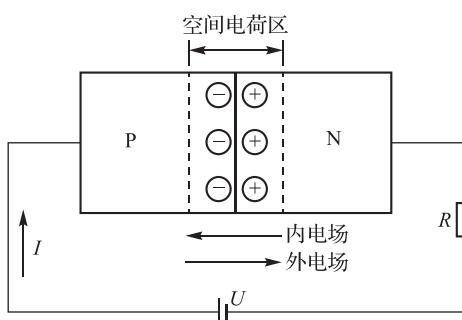

图 1-7 外加正向电压
(1) 正向特性。正向特性是 PN 结外加正向电压,即电源正极接 P,电源负极接 N 时的特性,如图 1-7 所示。PN 结外加正向电压也称为正向偏置,这时外电场与内电场方向相反,因而削弱了内电场,使空间电荷区宽度减小,N 型半导体中的电子和 P 型半导体中的空穴都能顺利地通过 PN 结,形成较大的扩散电流;少数载流子数量很少,其漂移形成的电流很小,与扩散电流相比可忽略。所以,外加正向电压时,主要是扩散电流流过 PN 结,也称为正向电流。此时 PN 结处于导通状态,电阻很小。